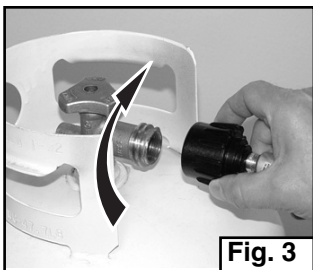

Fig. 3
- Attachez le tuyau à la bonbonne. (Fig. 3)